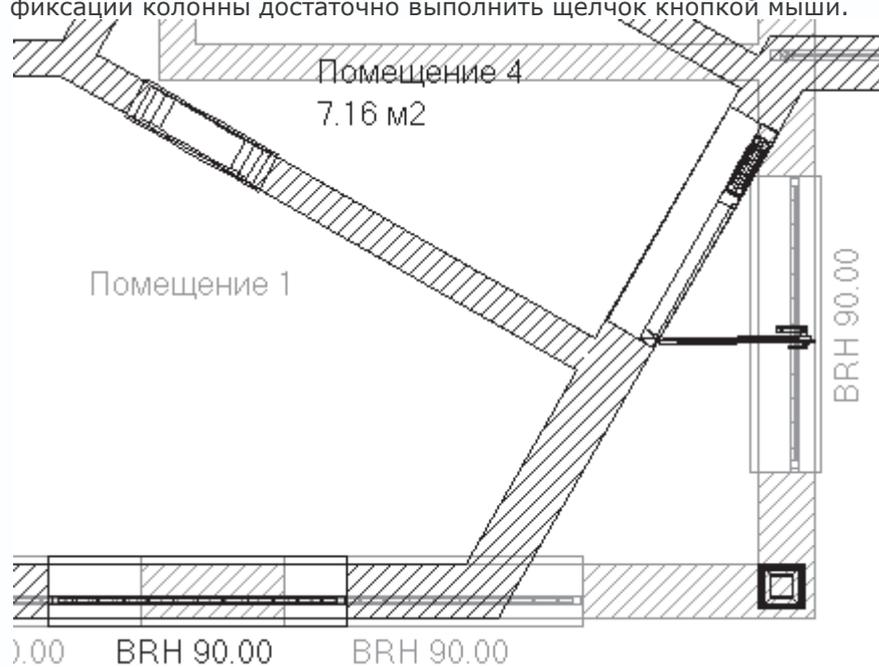

Рис. 3.72. Добавление колонны в план нижнего этажа
3. Установите колонну в правом нижнем углу плана, привязываясь к пересечению стен второго этажа (рис. 3.72). Для фиксации колонны достаточно выполнить щелчок кнопкой мыши.